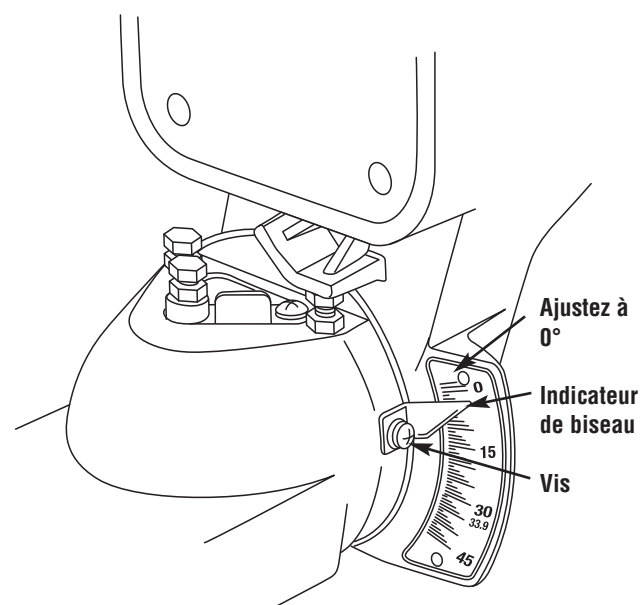

Figure 8. Indicateur de biseau
7. Ajustez l'indicateur de biseau. Desserrez la vis et alignez l'indicateur sur la marque 0°. Serrez la vis (Figure 8).